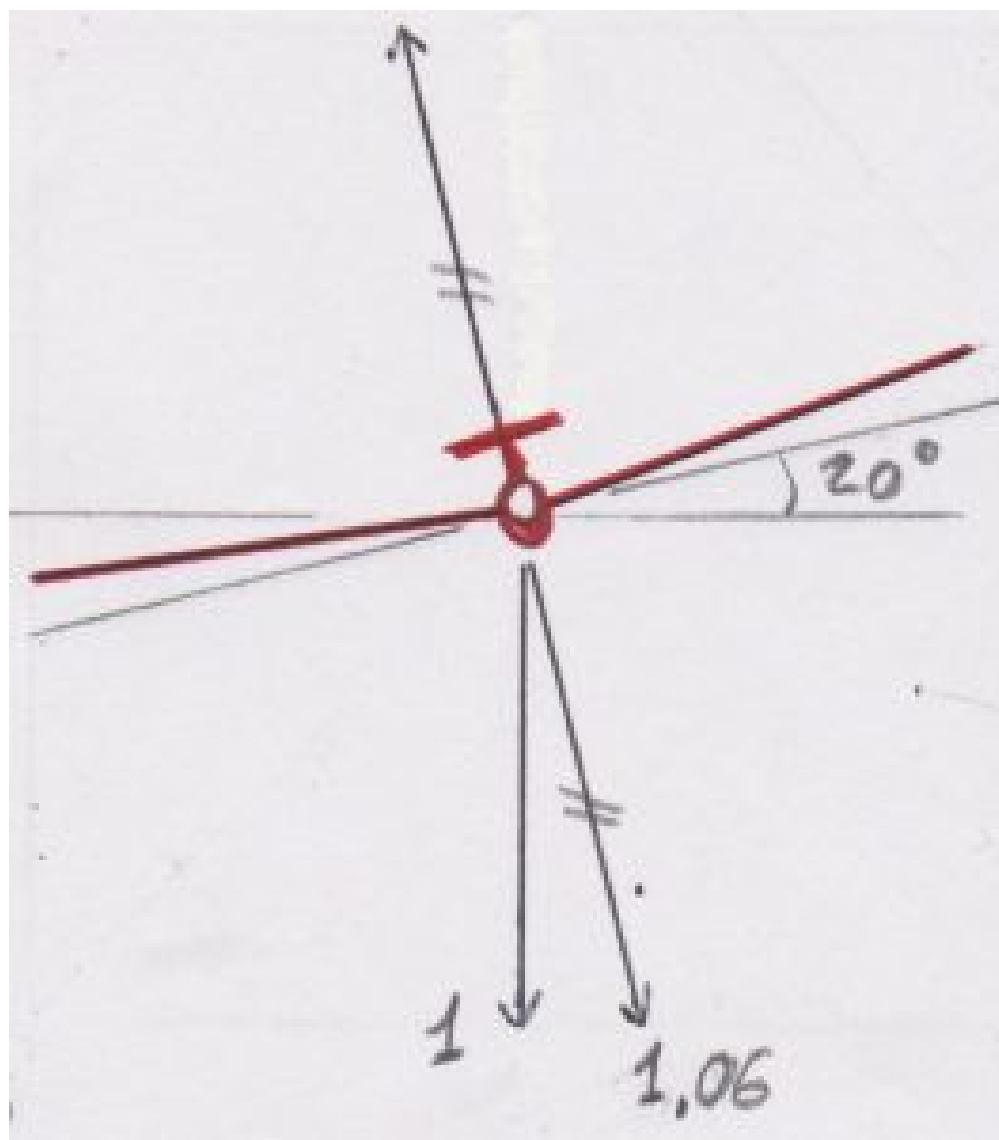

fig.1
- A faible inclinaison le facteur de charge augmente peu, seulement : 1,06 à 20° d'inclinaison. (*fig. 1*) Le poids apparent du planeur est encore faible, la profondeur seule suffit à contrôler l'assiette en cerclant à faible taux de chute mais s'il ne serre pas assez le noyau le taux de grimpe sera mauvais.